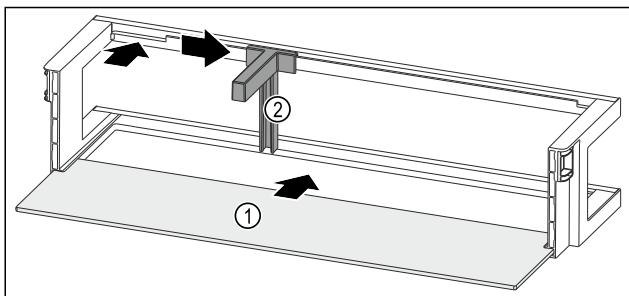

Fig. 96 Vratna polica z odlagalno polico
- ▶ Odlagalno polico Fig. 96 (1) vstavite v stranske utore.
- ▶ Vstavite držalo za steklenice Fig. 96 (2) v odprtino.
- ▶ Držalo za steklenice Fig. 96 (2) potisnite na stran do žele-nega položaja.